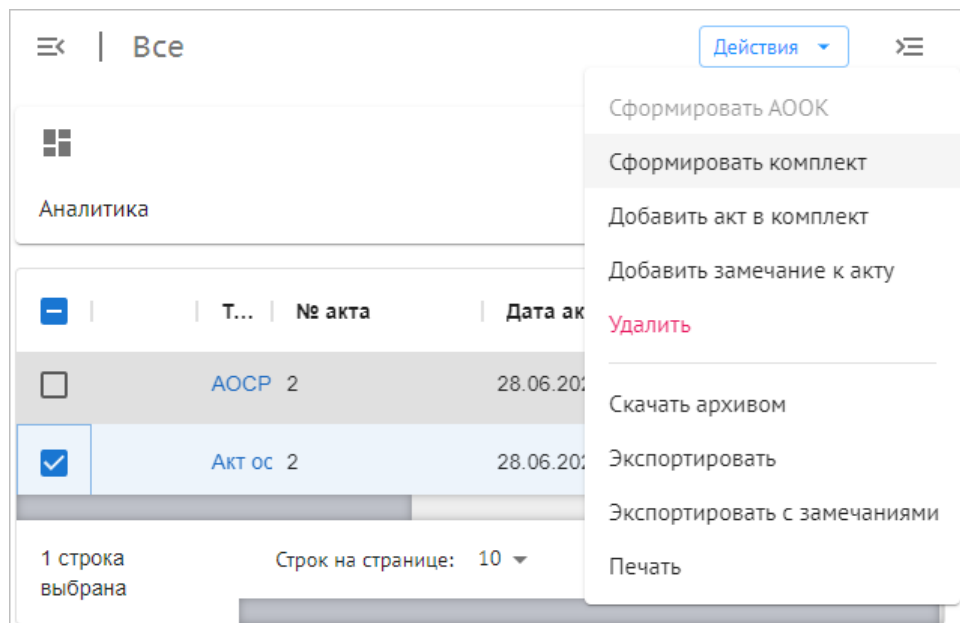

Рисунок 102. Кнопка «Действия», контекстное меню
- Кнопка «Действия». Активна, если выбран хотя бы один акт в таблице. Доступна участникам процесса согласования/подписания (согласующим и подписантам). При нажатии открывается контекстное меню (Рисунок 102).